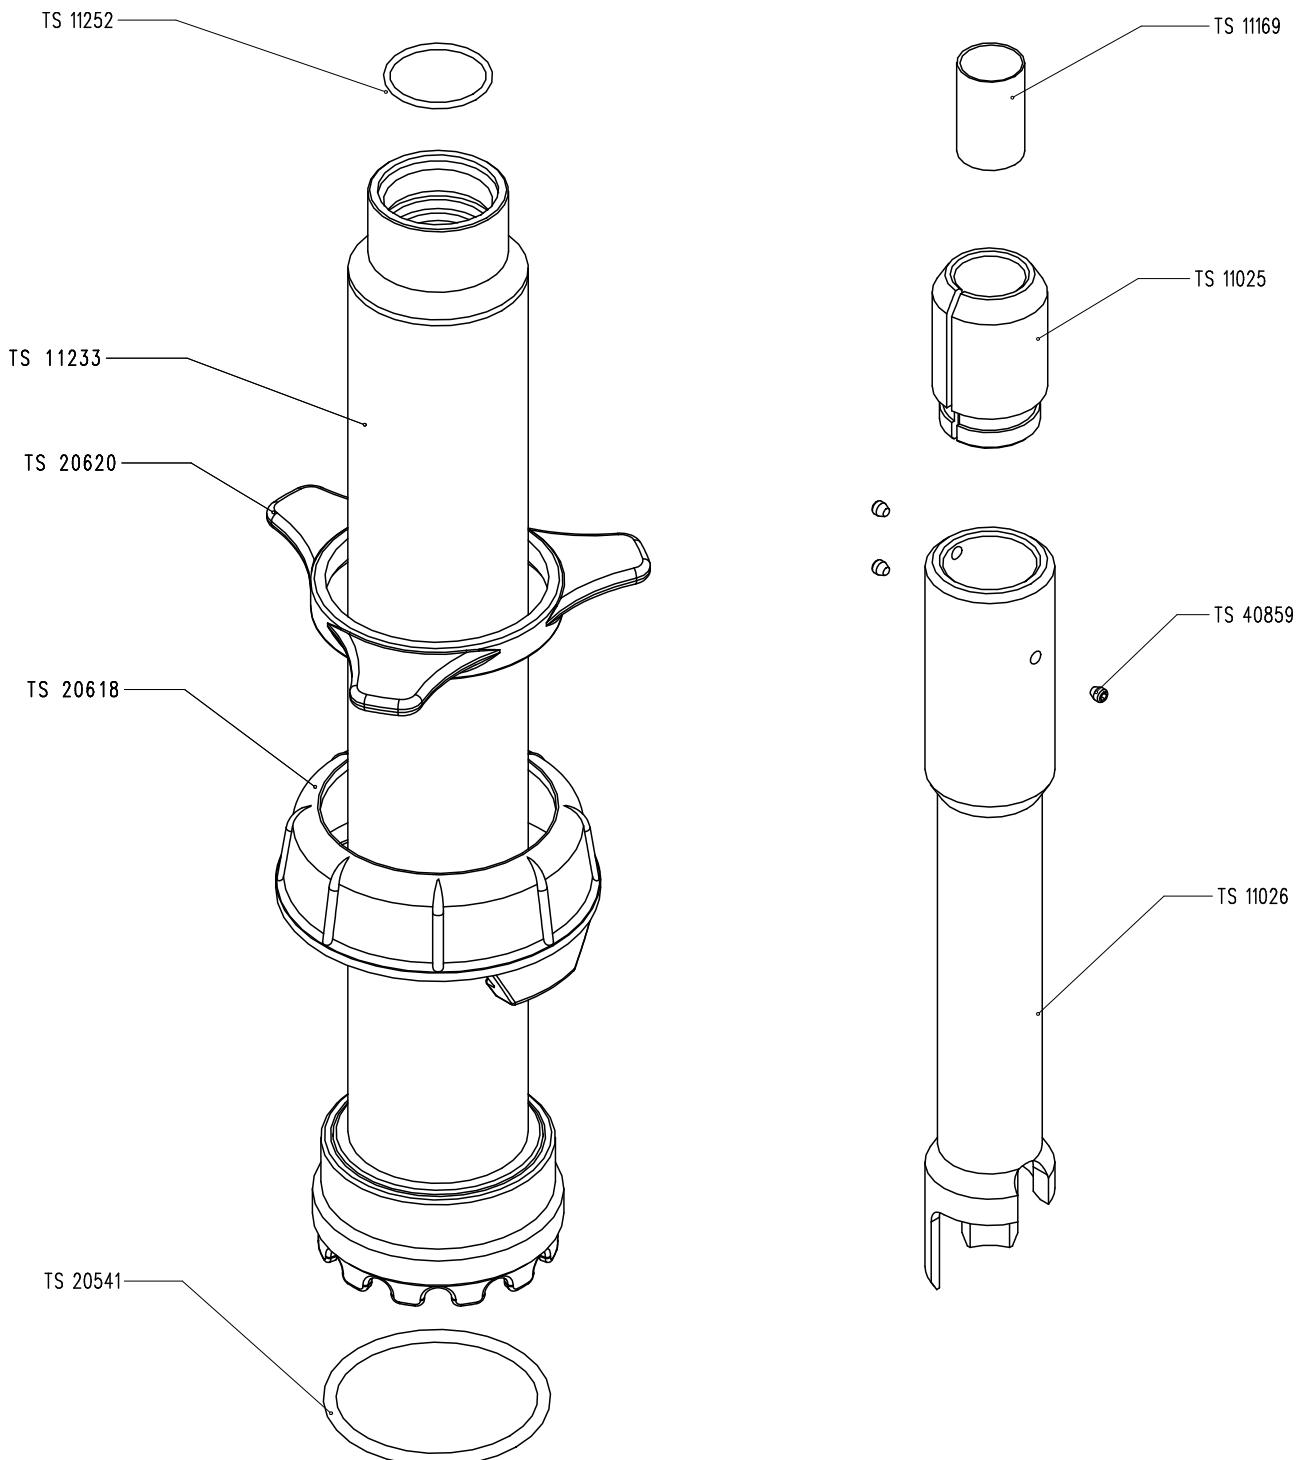

Рисунок 12-7: защитная трубка SS2-Q2 с нагрузкой TS 10182, запчасти
- Рисунок 12-7: защитная трубка SS2-Q2 с нагрузкой TS 10182, запчасти